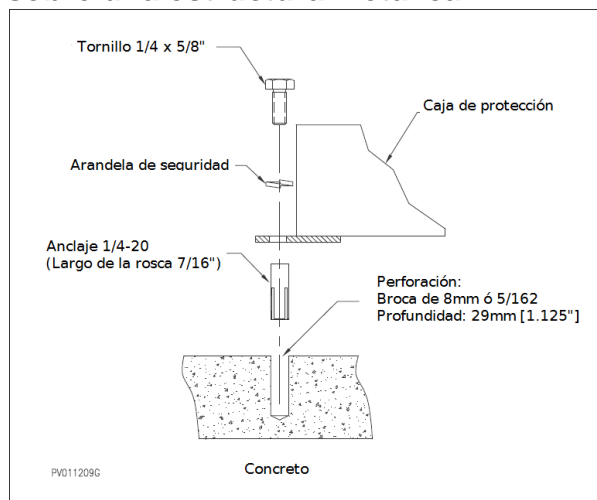

Figura 38: Fijación de la caja de protección sobre concreto.
1. Perfore la pared de concreto de acuerdo a la figura 38: "Fijación de la caja de protección sobre concreto" e inserte los anclajes en los agujeros.